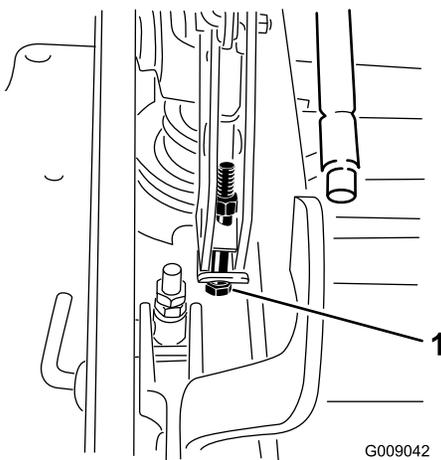

Figura 89
13. Si la plataforma está demasiado baja, apriete el perno del ajuste de un solo punto girándolo en el sentido de las agujas del reloj. Si la plataforma está demasiado alta, afloje el perno del ajuste de un solo punto girándolo en el sentido contrario a las agujas del reloj (Figura 89).